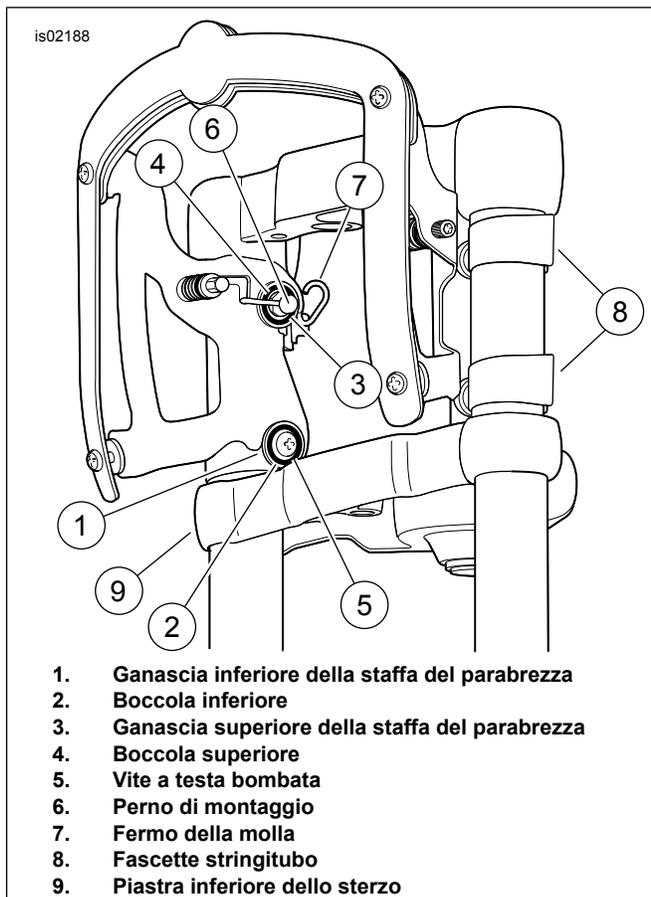

Figura 2. Installazione del parabrezza
4. Vedere la Figura 2 e l'illustrazione delle parti di ricambio per il proprio parabrezza. Installare il parabrezza sulla motocicletta nel modo seguente:
- a. Agganciare con attenzione le ganasce (1) sulla parte inferiore delle staffe di montaggio del parabrezza, nelle scanalature delle boccole inferiori (2).
- b. Agganciare le ganasce (3) sulla parte superiore delle staffe di montaggio del parabrezza, nelle scanalature delle boccole superiori (4).
- d. Stringere le viti a testa bombata (5) inferiori ad una coppia di 20,3 N·m (15 ft-lbs).
- e. Stringere i perni di montaggio superiori (6) ad una coppia di 20,3 N·m (15 ft-lbs).
- f. Agganciare i fermi della molla (7) sui perni di montaggio.